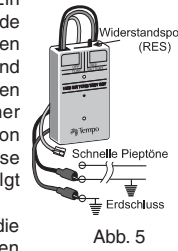

Abb. 5
- Ein Prüfgerät 100B wie in Abbildung 5 gezeigt anschließen.